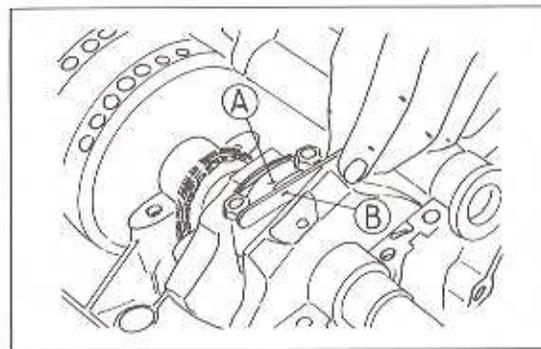

Bild 173
- Prüfen ob die Pleuel auf den Pleuelzapfen frei drehen und das Seitenspiel von 0,13 bis 0,38 mm vorhanden ist (Bild 173).